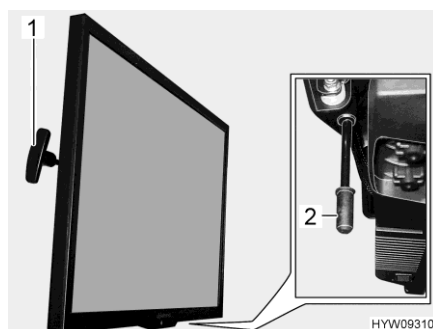

Fig. 61 Pantalla plana
- Tirar y detener el tirador (Fig. 61,1). La pantalla plana está desbloqueada.
- Tirar el tirador (Fig. 61,2) hacia abajo y mantenerlo ahí. La pantalla plana está desbloqueada.